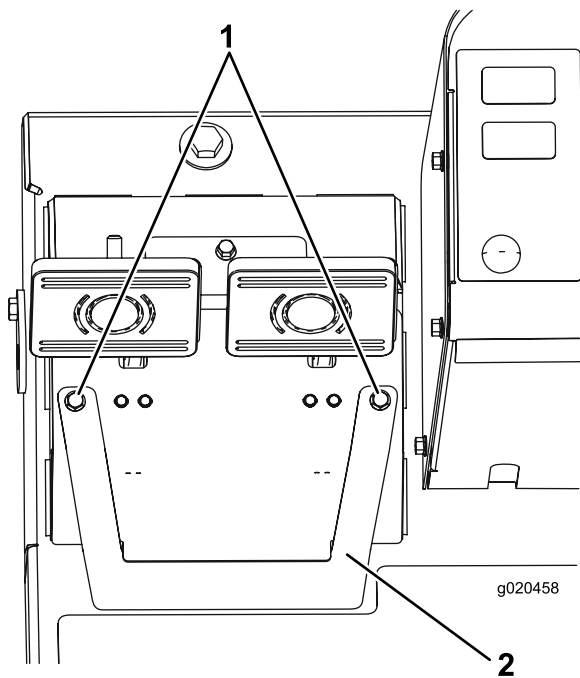

Рисунок 70
- А. Ослабьте 2 крепежных винта и снимите крышку регулировки тормоза (Рисунок 70).